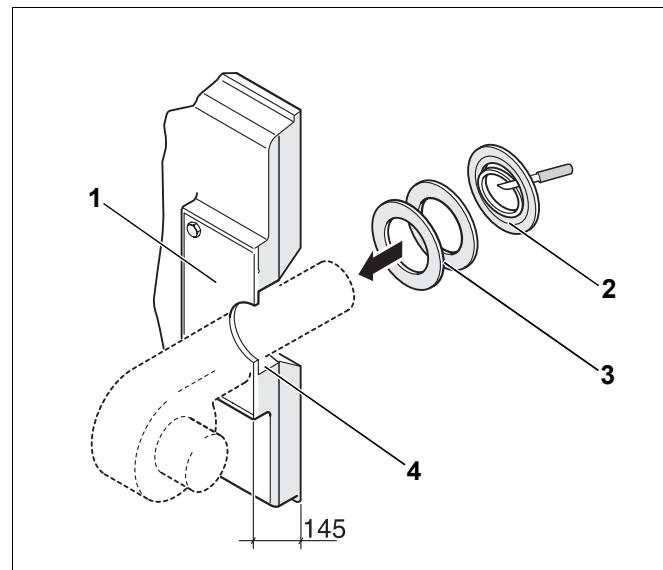

Fig. 66 Montaggio del bruciatore (Misure in mm)
- ▶ forare la piastra del bruciatore (fig. 66, [1]) in base al diametro necessario per il boccaglio (\varnothing max. 270 mm) o tagliarla al canello.
- ▶ Ritagliare gli anelli isolanti in modo corrispondente al diametro del boccaglio del bruciatore (fig. 66, [2]).
- ▶ Riempire la fessura rimanente fra l'isolamento termico della porta del bruciatore ed il boccaglio (fig. 66, [4]) con gli anelli isolanti adatti (fig. 66, [3]).